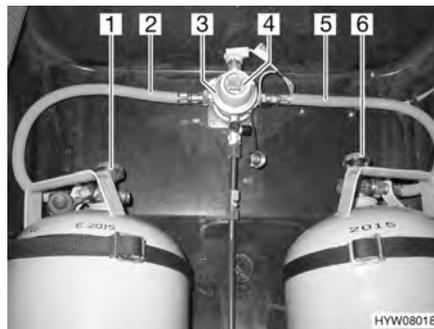
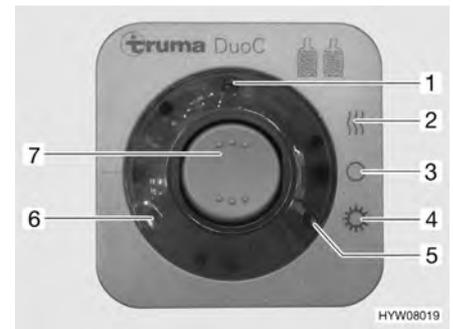

Bild 98 DuoControl-Umschaltanlage
Bild 99 Bedieneinheit
Die DuoControl-Umschaltanlage besteht aus einem Umschaltventil (Bild 98,3) und der Bedieneinheit (Bild 99). Das Umschaltventil ist zwischen den Gasschläuchen (Bild 98,2 und 5) montiert. Mit dem Drehknopf (Bild 98,4) am Umschaltventil kann bestimmt werden, welche der Gasflaschen als Betriebsflasche und welche Gasflasche als Reserveflasche verwendet wird.
An der Bedieneinheit (Bild 99) können nur die elektrischen Funktionen geschaltet werden. Die Haupt-Absperrventile der Gasflaschen (Bild 98,1 und 6) müssen von Hand geöffnet werden.
Das Umschaltventil gewährleistet einen konstanten Gasdruck, unabhängig davon, welche Gasflasche Gas liefert. Die zwei Kontroll-Leuchten an der Bedieneinheit zeigen den Füllstand der Betriebsflasche an. Wenn die grüne Kontroll-Leuchte (Bild 99,6) leuchtet, ist die Betriebsflasche voll. Wenn die rote Kontroll-Leuchte (Bild 99,5) leuchtet, ist die Betriebsflasche leer. Die Gasversorgung erfolgt dann über die Reserveflasche.
- Die Haupt-Absperrventile an den Gasflaschen (Bild 98,1 und 6) öffnen.
- Mit dem Drehknopf (Bild 98,4) am Umschaltventil (Bild 98,3) die Gasflasche wählen, der vorrangig das Gas entnommen werden soll (Betriebsflasche).
- An der Bedieneinheit (Bild 99) die DuoControl-Umschaltanlage einschalten.
Dazu den Wippschalter (Bild 99,7) auf Winterbetrieb "Ein und Heizen" (Bild 99,2) oder auf Sommerbetrieb "Ein" (Bild 99,4) stellen. Das Umschaltventil ist jetzt entlüftet. Die gelbe Kontroll-Leuchte (Bild 99,1) leuchtet, wenn Winterbetrieb gewählt wird und die Regler-Enteisungsanlage eingeschaltet ist.
- Den Wippschalter (Bild 99,7) auf "0" (Bild 99,3) stellen. Die gelbe Kontroll-Leuchte (Bild 99,1) erlischt.
- Die Haupt-Absperrventile an den Gasflaschen (Bild 98,1 und 6) schließen.
Fernanzeige Die Kontroll-Leuchten an der Bedieneinheit (Bild 99,5 und 6) signalisieren im Fahrzeuginneren, ob die Betriebsflasche betriebsbereit ist.
Gasflaschenwechsel Wenn die grüne Kontroll-Leuchte (Bild 99,6) während des Betriebs erlischt und die rote Kontroll-Leuchte (Bild 99,5) aufleuchtet, ist die als Betriebsflasche gewählte Gasflasche leer und muss gewechselt werden. Die Reserveflasche versorgt die Gasverbraucher weiterhin mit Gas.